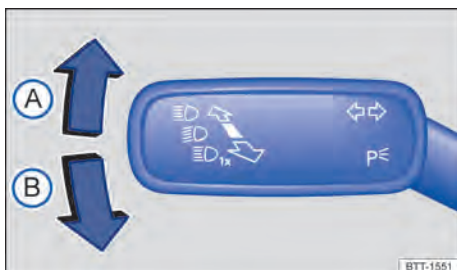

Fig. 90 À gauche sur la colonne de direction : levier des clignotants et de l'inverseur-codes
2. En partant de la position médiane, amenez le levier des clignotants et de l'inverseur-codes dans la position nécessaire → fig. 90.